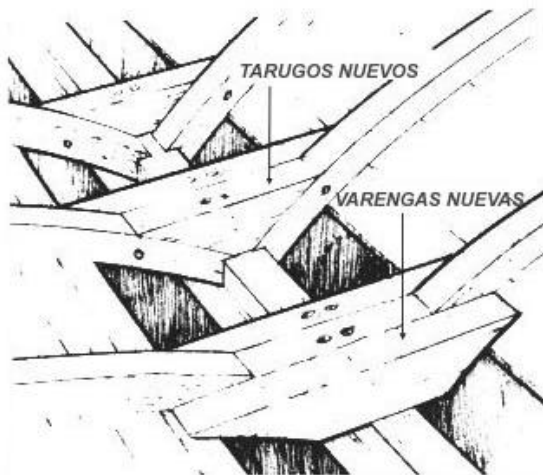

Figura 5-10 Encole varengas y bloques nuevos a la quilla y a las cuadernas
5. Encole las nuevas varengas y los bloques a la quilla y a las cuadernas (*Figura 5-10*). Impregne todas las superficies de contacto y la veta a contrafibra con una mezcla de resina/endurecedor. Aplique epoxi/aditivo 406 espesado. Sujételo en posición hasta que el epoxi haya curado. Espere a que el epoxi haya curado completamente antes de retirar los elementos de sujeción y proceder al siguiente paso.